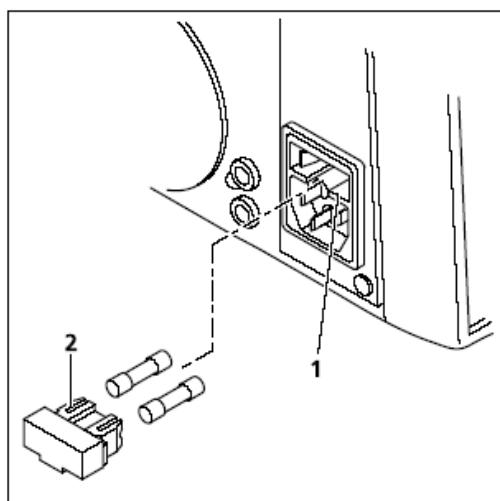

图5-1 更换主机体上的保险丝
- 借助小型螺丝刀（如有必要），向前拔出保险丝座（图5-1/2）。
- 把保险丝座推入保险丝盒（图5-1/1），使之到位为止。